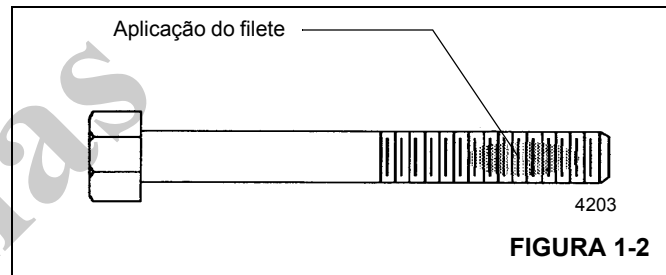

FIGURA 1-2
1. Aplique um filete perpendicular à rosca, cobrindo vários sulcos, no local aproximado do engate das roscas (Figura 1-2).